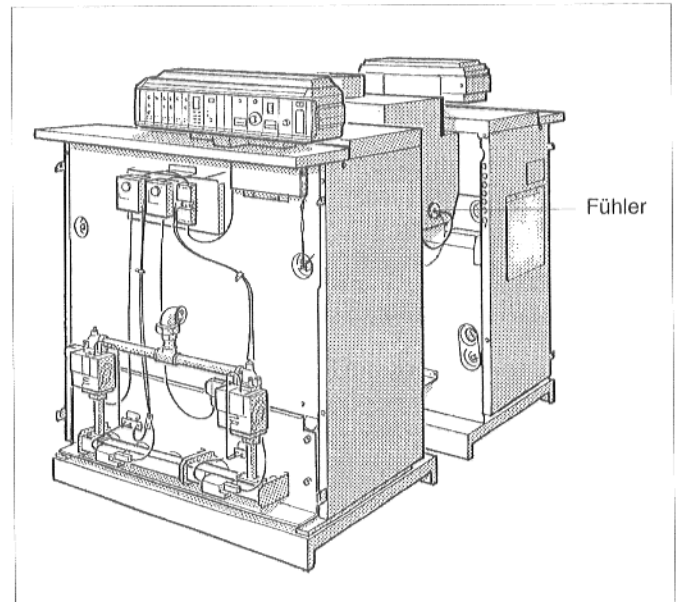

Abb. 36: Fühler Abgasüberwachung G324 XD
- Abgastemperaturfühler von der Strömungssicherung bzw. vom Abgassammler abschrauben (Abb. 36).